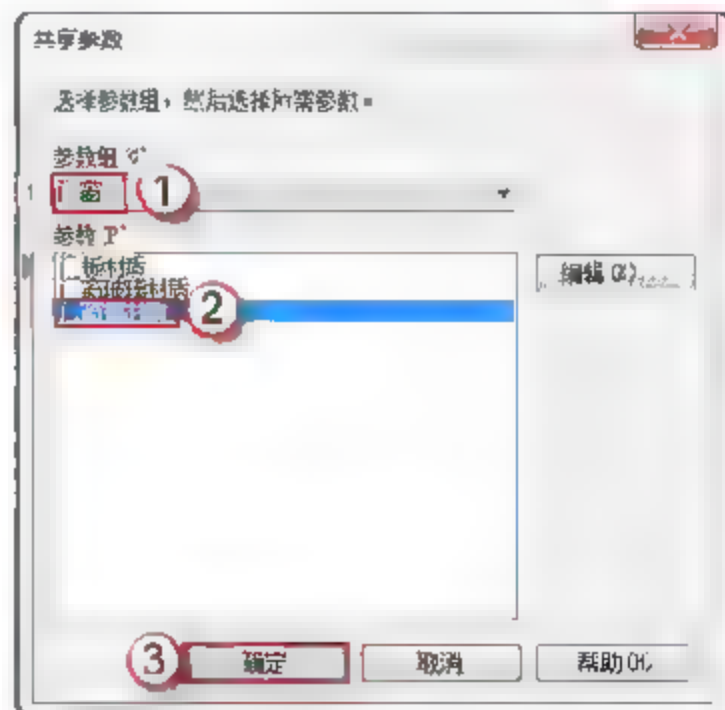

图 6.2.14 添加门窗框材质
(13) 添加 FM1534 乙门框材质。在门框的“属性”面板中,单击“材质和装饰”栏“材质”右侧的空白按钮,弹出“关联族参数”对话框,单击“添加参数(D)”按钮,弹出“参数属性”对话框。选中“共享参数”单选按钮,单击“确定”按钮,弹出“共享参数”对话框,在“参数组(G)”中选择“门窗”选项,在“参数(P)”中选择“门窗框材质”选项,单击“确定”按钮,如图 6.2.14 所示。